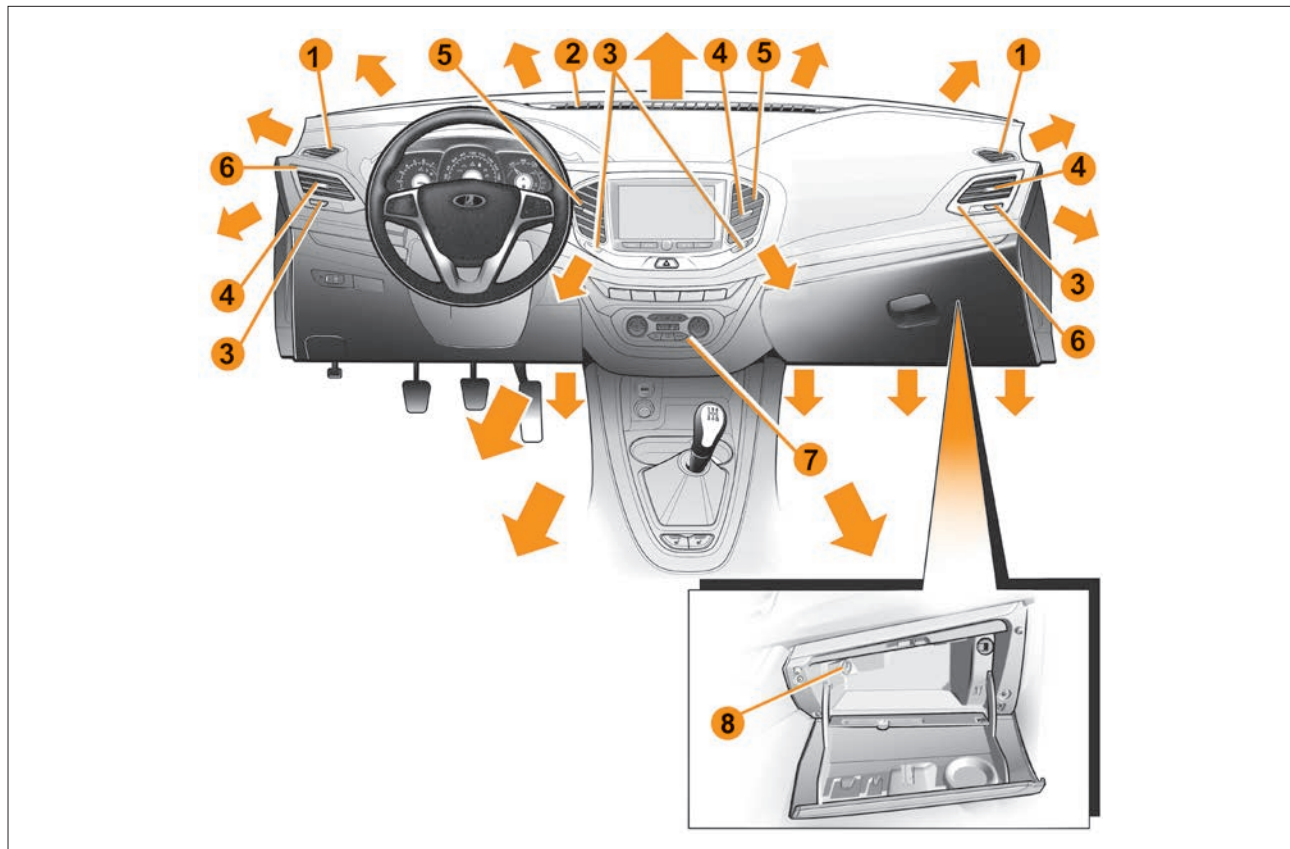

Рис. 3. Органы управления системой вентиляции и отопления салона (в варианном исполнении)
- 1** – сопла обдува (обогрева) боковых стекол (рис. 3);
- 8** – поворотная заслонка воздуховода охлаждения вещевого ящика (рис. 3). Функция охлаждения доступна в автомобилях с климатической системой «Комфорт» и «Люкс». Для охлаждения ящика необходимо установить поворотную заслонку, расположенную в дальнем верхнем углу ящика сверху, в положение «Открыто»;
**В тёплое время года** рекомендуется направлять воздух в регулируемые сопла **5** и **6** (см. рис. 3) на панели приборов для лучшей вентиляции салона. Установите среднюю или максимальную скорость воздушного потока для эффективного удаления избытков тепла из салона. Нажмите кнопку , установите комфортное направление потока воздуха из сопел с помощью рукоятки регулировки **4**. Установите минимальную температуру поступающего воздуха, при необходимости отрегулируйте температуру.